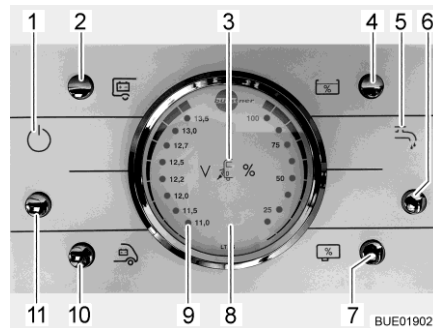

Fig. 121 Pannello di controllo LT 96
Il tasto (Fig. 121,11) inserisce o disinserisce il pannello di controllo e l'alimentazione a 12 V del vano abitabile.
**Accensione:** ■ Premere il tasto (Fig. 121,11): L'alimentazione a 12 V dell'abitacolo è inserita. La spia di controllo (Fig. 121,1) si accende.
**Spegnimento:** ■ Premere il tasto (Fig. 121,11): L'alimentazione a 12 V dell'abitacolo è disinserita. La spia di controllo (Fig. 121,1) si spegne.
Per l'indicatore volt/serbatoio (Fig. 121,8) leggere la scala sinistra. L'indicatore si illumina automaticamente appena viene premuto un tasto.
- Premere il tasto (Fig. 121,10): Viene indicata la tensione della batteria di avviamento.
- Premere il tasto (Fig. 121,2): Viene indicata la tensione della batteria dell'abitacolo.
Per l'indicatore volt/serbatoio (Fig. 121,8) leggere la scala destra. L'indicatore si illumina automaticamente appena viene premuto un tasto.
- Premere il tasto (Fig. 121,4): Viene indicato il livello del serbatoio dell'acqua.
- Premere il tasto (Fig. 121,7): Viene indicato il livello del serbatoio delle acque grigie.
- Premere il tasto (Fig. 121,6): L'alimentazione idrica è accesa. La spia di controllo della pompa dell'acqua (Fig. 121,5) si accende.
- Premere il tasto (Fig. 121,6): L'alimentazione idrica è spenta. La spia di controllo della pompa dell'acqua (Fig. 121,5) si spegne.
La spia luminosa rossa "ALARM" (Fig. 121,9) inizia a lampeggiare non appena la tensione della batteria dell'abitacolo scende al di sotto di 11 V (misurazione durante il normale esercizio) con conseguente rischio che la batteria si scarichi troppo.
La spia di controllo a 12 V (Fig. 121,1) si accende non appena viene inserito il tasto principale dei 12 V (Fig. 121,11).
La spia di controllo a 230 V (Fig. 121,3) si accende quando all'ingresso della centralina elettrica è presente una tensione di rete.